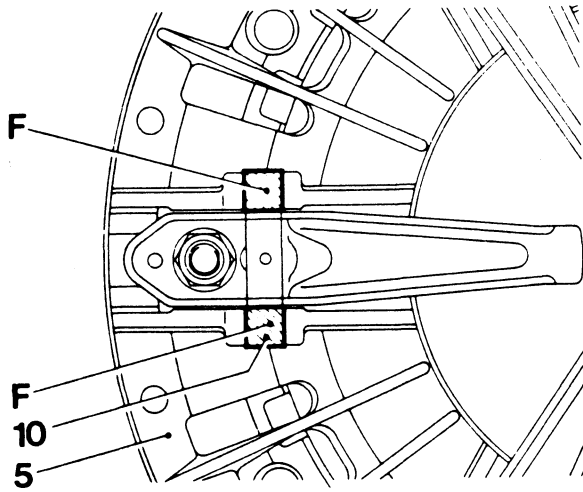

Fig. 18
1. Vet de scharnierpennen 10 en de boringen van de pennen in het huis 5, spaarzaam in met vet (Fig. 18).